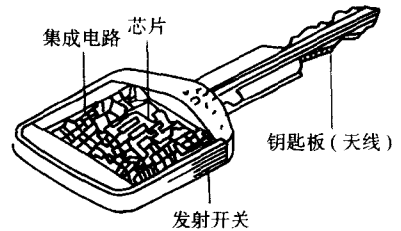

图 1-22 发射器 (与钥匙板组成一体)
(3) 发射器。如图 1-22 所示，在钥匙板上与信号电路组成一体。从识别代码存储回路到 FSK 调制回路，由于用单芯片集成电路而使体积小化，在电路板的相反一侧装有一般市场上出售的钮形电池。应注意发射开关每按一次，就进行一次发送，在接收器一侧，就接收一次闭锁或开锁指令。发射频率按照使用国家的电波状况进行选择，可使用 27、40、62MHz 频带。电池寿命以通常频率使用可在二年以上。